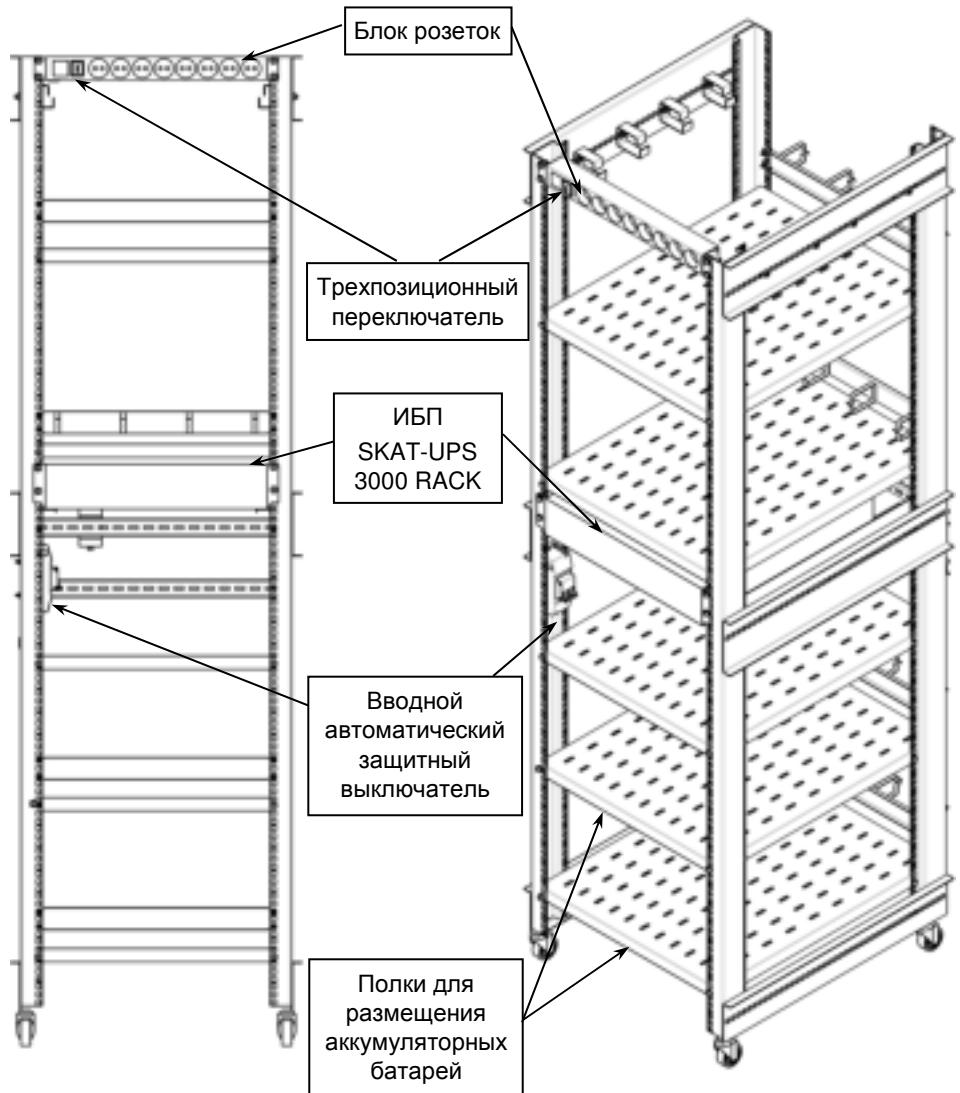

Рисунок 1 — Общий вид изделия спереди, без оболочки, с установленным ИБП.
- Убедиться в том, что вводной автоматический выключатель, расположенный на левой боковой стойке шкафа изделия (см. рисунок 1), находится в выключенном положении и трехпозиционный переключатель блока сетевых розеток также находится в выключенном (среднем, символ «о») положении.